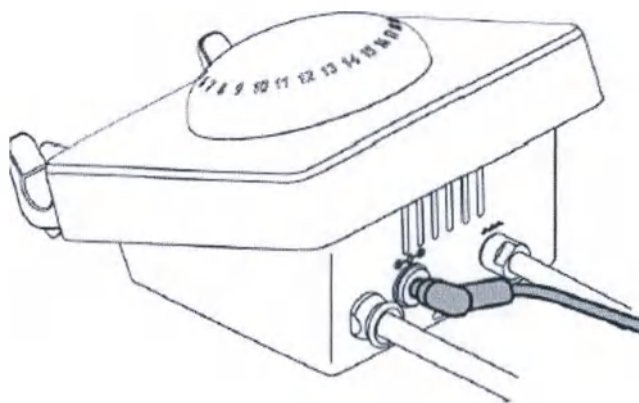

Рис. 4
2. Подключить сетевой адаптер к разъему медицинского аппарата (рисунок 4).